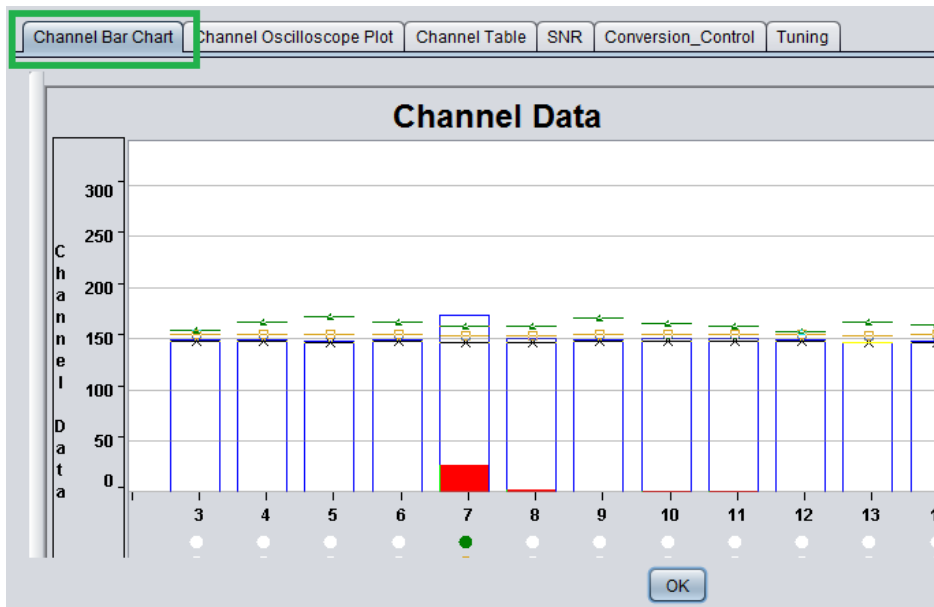

Рис.36 - Отображение данных в виде столбцов
- Channel Bar Chart – отображение данных по каждому элементу сенсора в виде столбцов (рис.36)